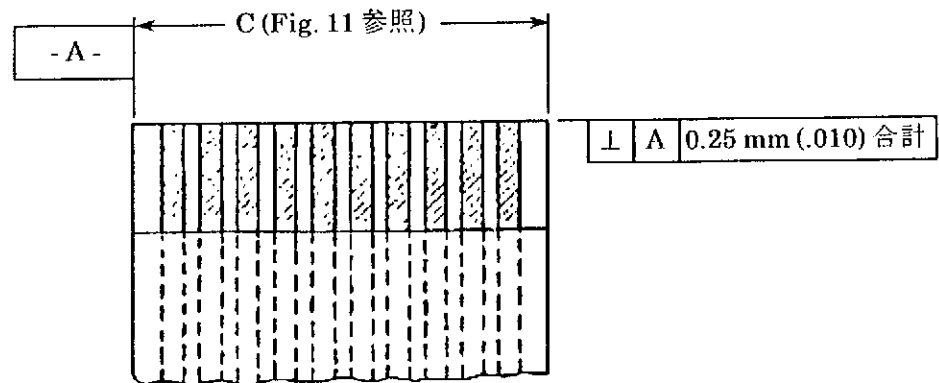

Fig. 2
- (1) 平導体ケーブル又は回路導体の端末切断の直角度 は Fig. 2 により A 側線を基準としたとき全巾に対して 0.25 mm (.010") 以内の傾きは許容される。